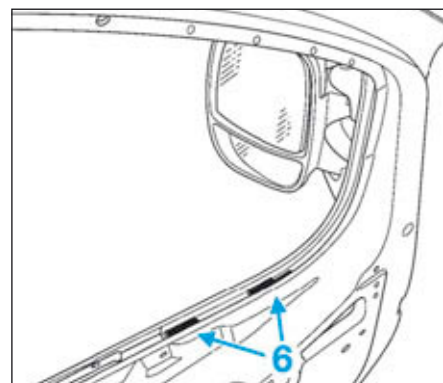

FIG.100
- Vérifier la mise en place des cales adhésives en mousse (6) avant de remonter la vitre fixe (Fig.100).